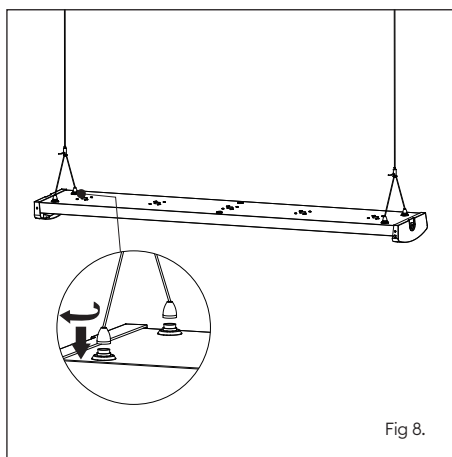
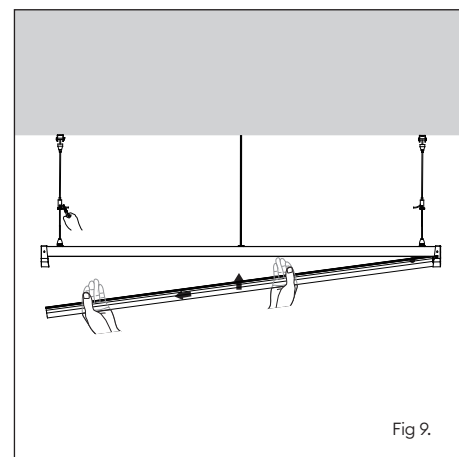

Fig 8.
Fig 9.
5. Attach suspension cables to the luminaire (Fig 8). If needed adjust each side to ensure luminaire is horizontal (Fig 9).
5. Attachez les câbles de suspension au luminaire (fig. 8). Si nécessaire, ajustez chaque côté pour vous assurer que le luminaire est horizontal (fig. 9).